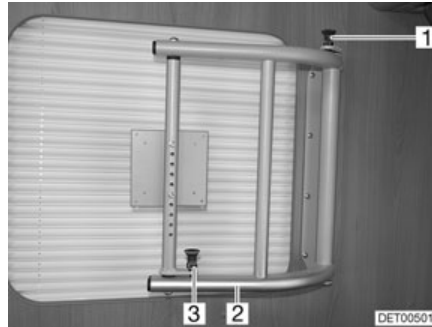

Fig. 68 Brazo giratorio para pantalla plana
- Tirar los botones de desbloqueo (Fig. 68,1 y 3) hacia arriba para desbloquear el brazo giratorio.
- Girar la pantalla plana con el soporte (Fig. 68,2) a la posición deseada.